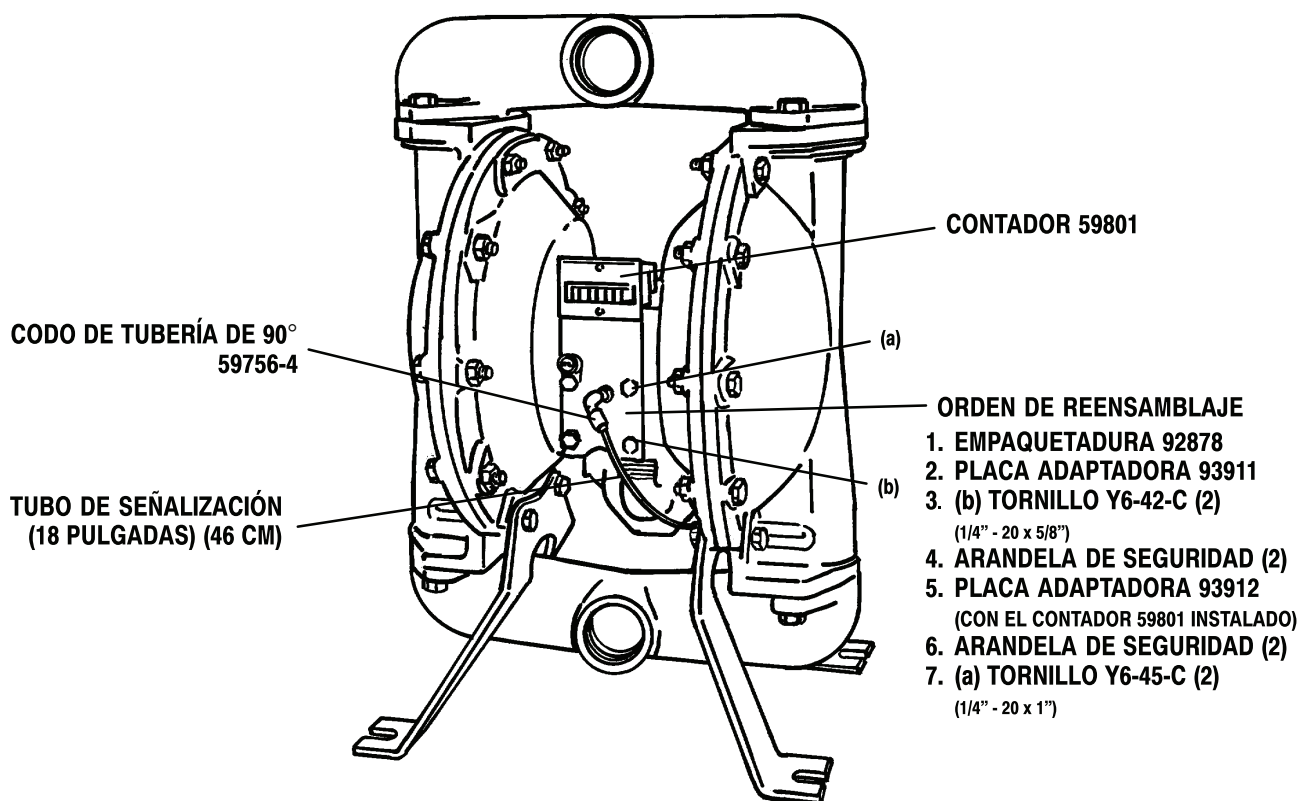

Figura 2
Se incluyen dos ménsulas de soporte para el contador y, dependiendo de la aplicación, se puede utilizar cualquiera de ellas. La figura 1 muestra al contador como prolongación de la bomba (así se ajustará a la mayoría de las aplicaciones). La figura 2 muestra la posición incorpora- da del contador, misma que puede utilizarse en las bombas metálicas y no metálicas de 1-1/2" y solamente 2" bombas no metálicas.
### BOMBAS DE DIAFRAGMA 1" NO METÁLICO, 1-1/2" METÁLICO Y NO METÁLICO DE Y 2" NO METÁLICO (ver la figura 2)
4. Instale la placa adaptadora 93911 con las roscas ahusadas de 1/4 NPT, utilizando la ubicación del tornillo (b), tal como se muestra en la figura 2, afiance la placa en los dos orificios para tornillo con dos de los tornillos Y6-42-C y dos de las arandelas de seguridad utilizadas previamente.
Los pasos que aparecen a continuación se refieren a la instalación incorporada, según se muestra en la figura 2.
6. Instale la ensambladura del contador y la placa adaptadora, utilizando la ubicación del tornillo (a), tal como se muestra en la figura 2, utilice los nuevos tornillos Y6-45-C y las dos arandelas de seguridad restantes.